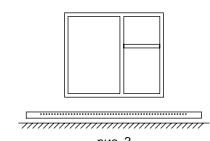

рис. 1
- Обогреватели «Ballu» необходимо устанавливать, как можно ближе к стеле на ножки (рис. 1), с учётом рекомендаций раздела 1, или подвешивать на стену над плинтусом на монтажные крепления (рис. 2).